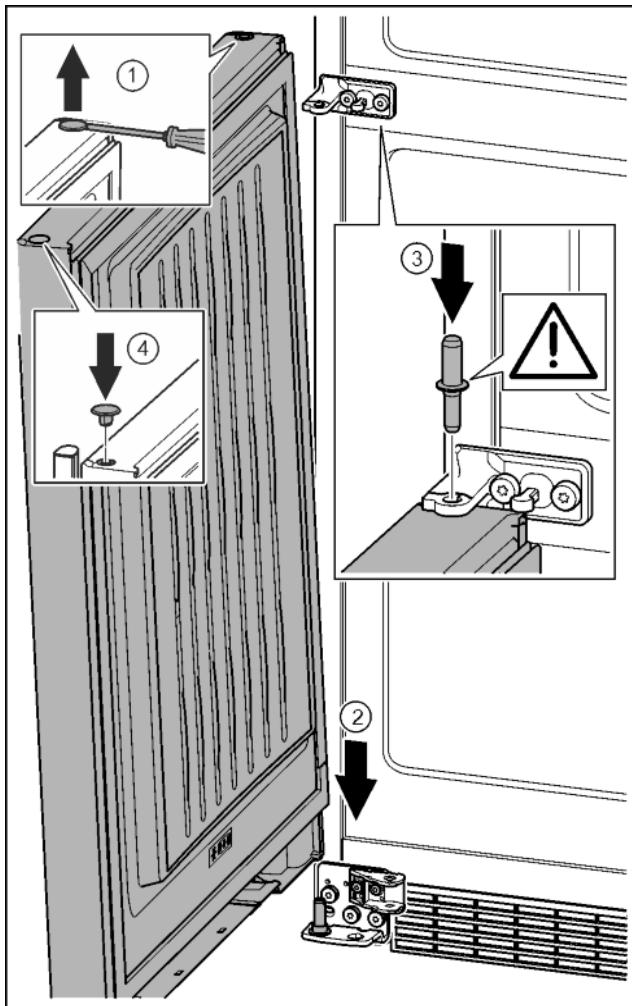

Fig. 37
- Осторожно приподнять шлицевой отверткой заглушку и извлечь ее. Fig. 37 (1)
- Установить дверь сверху на нижний опорный палец. Fig. 37 (2)
- Вставить средний опорный палец через средний опорный кронштейн в нижнюю дверь. При этом следить за тем, чтобы выступ фиксатора был направлен назад. Fig. 37 (3)
- Заглушку снова вставить с другой стороны. Fig. 37 (4)